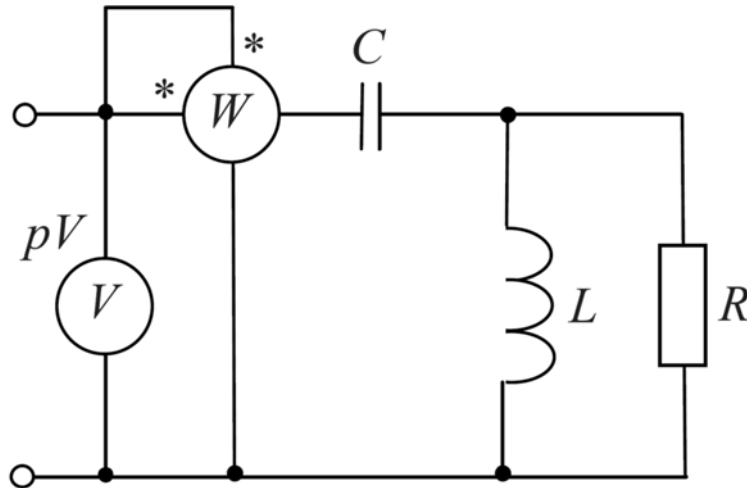

Рис. 23
3.3 В режиме резонанса известны показания приборов $pW = 4 \text{ Вт}$, $pV = 1 \text{ В}$ и индуктивное сопротивление $X_L = 2 \text{ Ом}$ для схемы, представленной на рис. 23. Определить активное сопротивление R и емкостное сопротивление X_C .